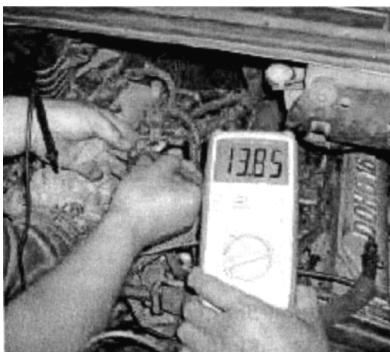

图 5-57 检查电源电压
(1) 检查电源电压 如图 5-57 所示, 拔下传感器插接器插头, 然后打开点火开关, 检查插头上电源端子与搭铁之间的电压, 应为 12V 或 8V (因车型而异)。